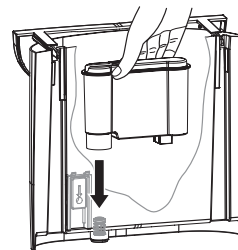

bild 13: Sätt i vattenfiltret
5. Tillägg ett nytt vattenfilter (bild 13).